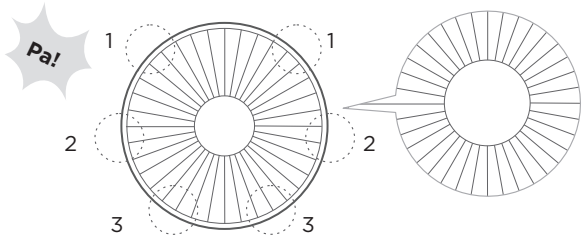

Abb. 9
- 5** Drücken Sie das Gitter nacheinander mit beiden Händen ein. Bei erfolgreicher Montage ist ein Klicken hörbar. (Abb. 9)